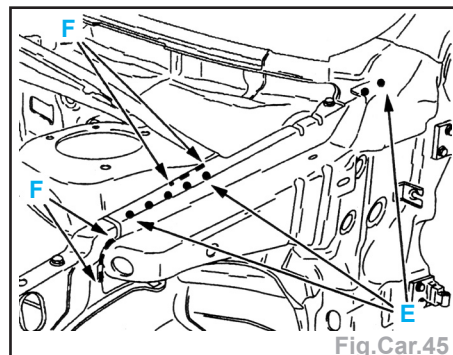

Fig.Car.45
- Solder par cordons successifs au MIG suivant **E**, meuler les cordons (Fig.Car.45).